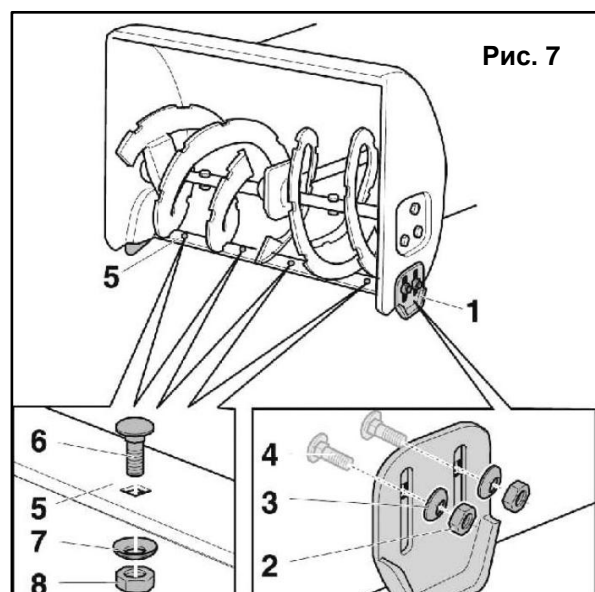

Рис. 7
- Если ограничительные башмаки (1) (См. Рис.7) будут выставлены таким образом, что подрезной нож (5) будет касаться очищаемой поверхности, то это приведет не только к преждевременному износу подрезного ножа, но и к преждевременному износу ходовой части снегоуборщика.
Регулировку производите следующим образом (См. Рис. 7):
- Ослабьте гайки (2) (См. Рис. 7) крепления ограничительных башмаков с обеих сторон снегозаборника.
- Затяните шестигранные гайки (2). При этом оба ограничительных башмака должны касаться всей нижней плоскостью поверхности земли (для исключения их неравномерного износа).